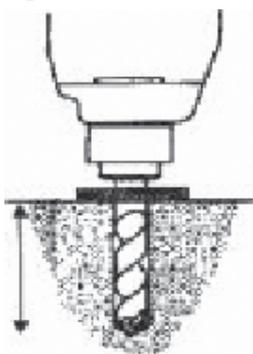

Рис. 5
2. Ориентируясь на опорную плиту, просверлите с помощью перфоратора и бура  $3/4$ " отверстия в фундаменте глубиной  $4-1/2$ ", см. рис. 5.